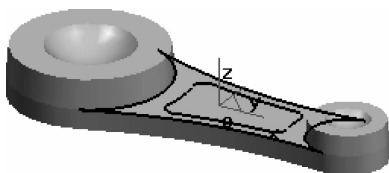

图 3-88 对四条等距线进行过渡
(19)单击  按钮,在立即菜单中选择“圆弧过渡”方式,输入半径“6”,对四条等距线进行过渡,作图结果如图 3-88 所示。